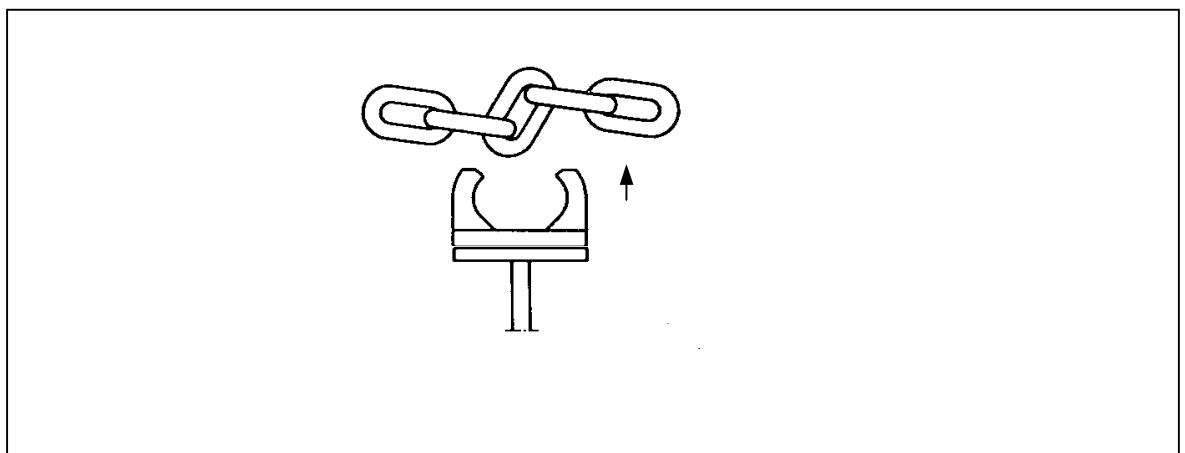

Bild 5
3. Kettenglieder in horizontaler oder vertikaler Ebene zusammenschieben (Bild 5) und Steckmitnehmer einführen.
2. Kettenglieder in horizontaler oder vertikaler Ebene zusammenschieben (Bild 5) und Steckmitnehmer ausführen.